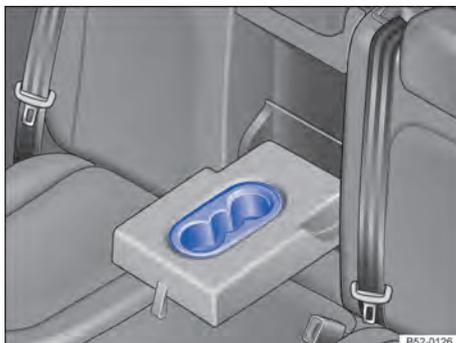

Fig. 205 No descansa-braço central traseiro: porta-copos.
- Para *abrir*, rebater o descansa-braço central para baixo → Fig. 205.
- Para *fechar*, rebater o descansa-braço central para cima → Fig. 205.